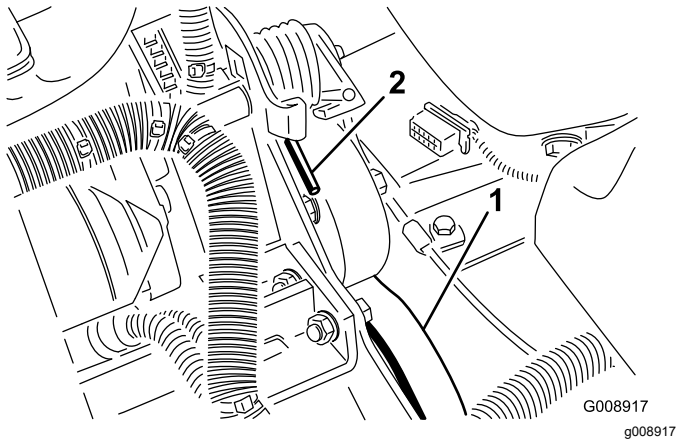

Figure 74
3. Appuyez sur l'extrémité du ressort (Figure 74) et poussez-la vers l'avant pour décrocher le ressort du support et le détendre.